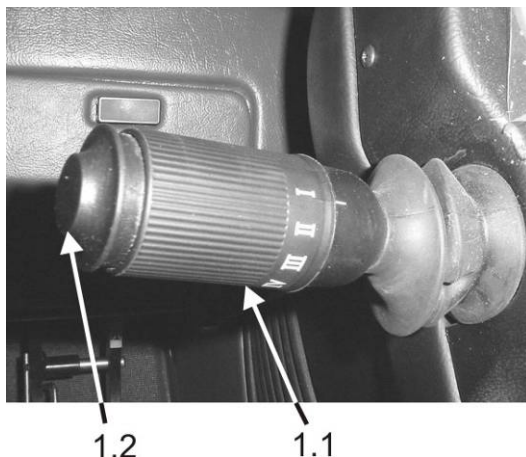

Рис. 4.19С. Рычаг изменения направления движения и переключения передач
4.11.1. РУЧНОЕ И АВТОМАТИЧЕСКОЕ ПЕРЕКЛЮЧЕНИЕ ПЕРЕДАЧ (Рис. 4.19С)
Выбор направление движения осуществляется при помощи рычага (Рис. 4.19С) изменения направления движения. Для того чтобы выбрать направление движения вперед или назад, необходимо переместить этот рычаг из нейтрального положения «N» вверх, а затем вперед в положение «F» или назад в положение «R».
Выбор и включение 1, 2 и 3 передач осуществляется вручную манеткой (1.1, Рис. 4.19С) путем поворота манетки и установки ее в соответствующее положение. Выбранная передача включится только тогда, когда скорость машины будет соответствовать требуемой. Если скорость движения машиной будет выше или ниже диапазона скоростей, установленных для включения выбранной передачи, то начнет светиться сигнальная лампочка статуса коробки передач (2.12, Рис. 4.4), которая находится на переднем пульте. Движение на определенной скорости сигнализируемая лампочка (2.6, Рис. 4.4).
КНОПКА „KICK DOWN” (1.2, Рис. 4.19С) позволяет поочередное понижение и повышение передачи (т.е. со 2 на 1, а затем с 1 на 2). Функция „KICK DOWN” может быть активирована только при включенной 2 передаче. Эта функция доступна независимо от того, в каком положении находится рычаг переключения передач и изменения направления движения («F», «N» или «R»). Функция „KICK DOWN” сохраняется также при переключении этого рычага из одного положения в другое (из «F» в «N», из «F» в «R»,). Функция „KICK DOWN” аннулируется после включения манеткой какой-либо передачи (I, II, III или режима «IV»).